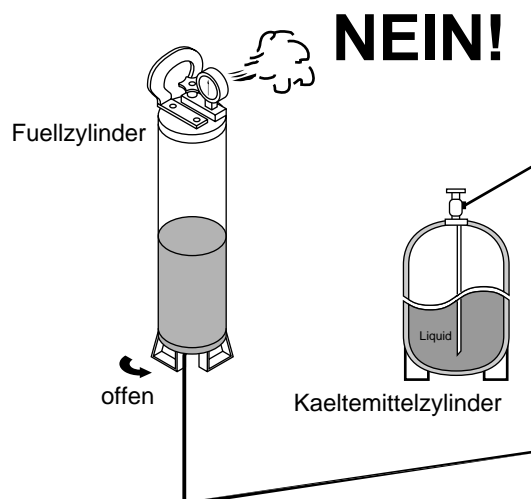

Abb. 6
- **Lassen Sie das Kaeltemittelgas waehrend des Umfuellens keinesfalls in die Atmosphaere ab, da sich sonst die Zusammensetzung des R407C aendert. (Abb.6)**